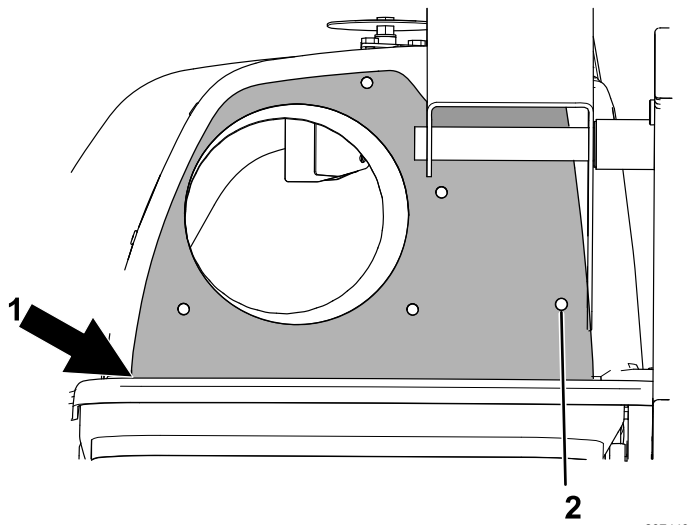

図 6
2. フードに型紙を当てる右穴をピボットブラケット取り付け用の穴に合わせ、下辺をフードの水平突起に合わせる 図 6。